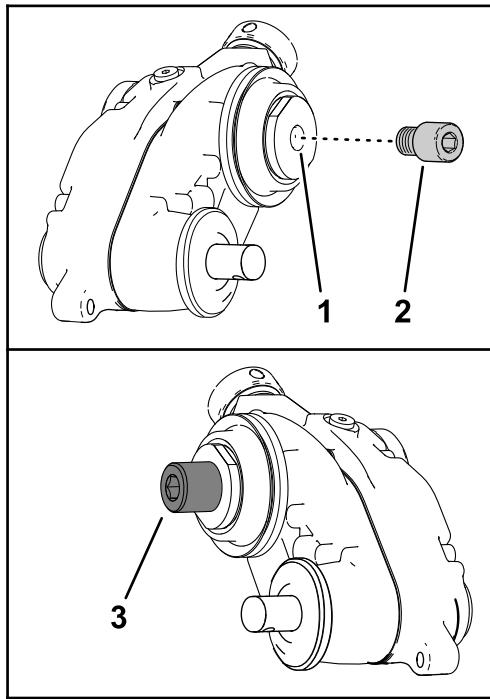

図 10
- 図 10 に示す駆動ボックスのシャフトのねじ溝内側に、中程度のねじ山ロッキングコンパウンド例、Blue Loctite® 243 をぬり、リールアダプタとグルーマ駆動ボックスのシャフトを $150-163 \text{ N}\cdot\text{m}$ $15-16 \text{ kg}/\text{cm}^2$ = $110-120 \text{ ft-lb}$ にトルク締めする。